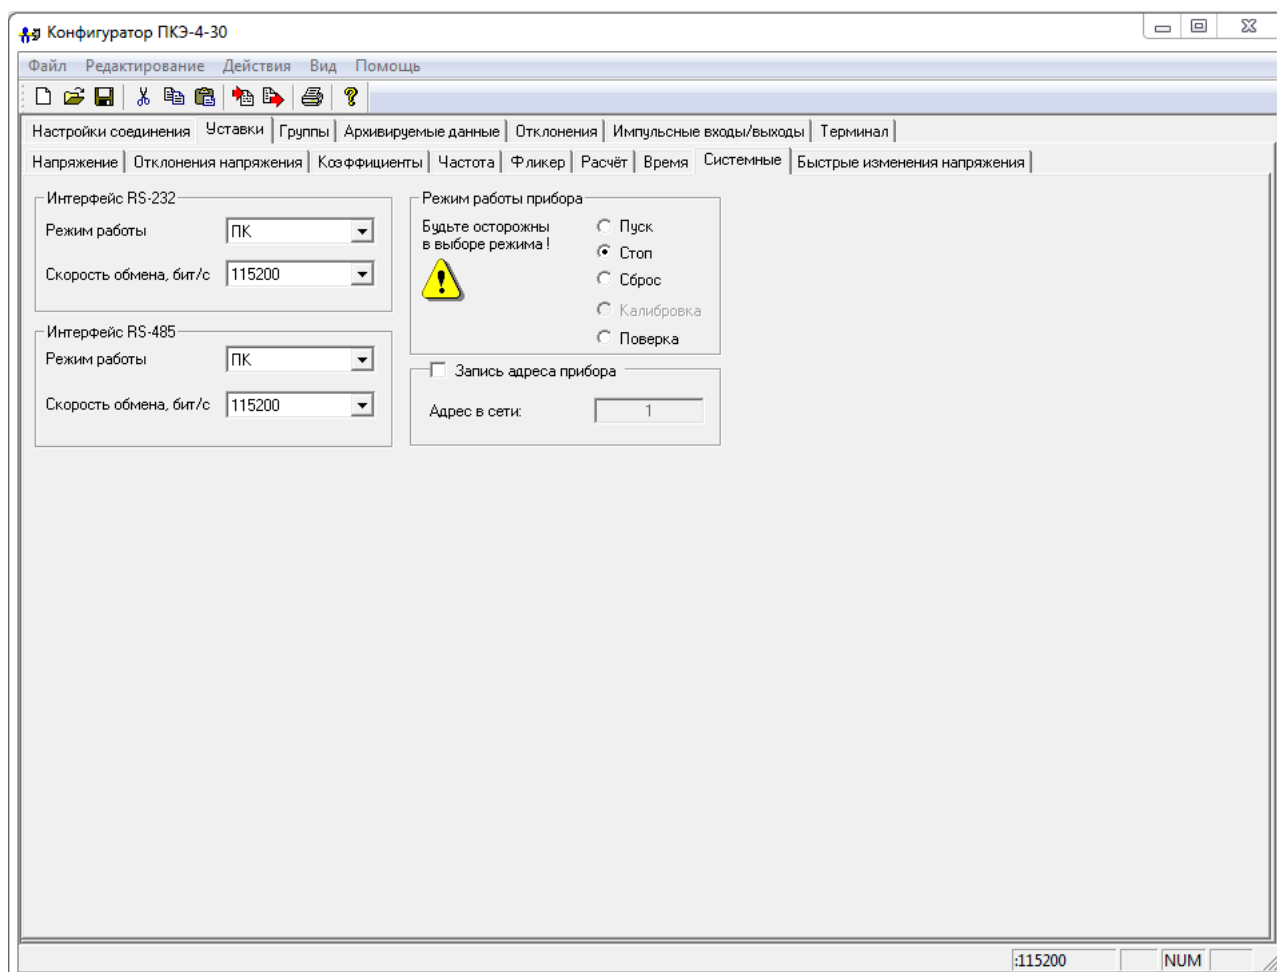

Рисунок 43
*Закладка «Системные»* (рисунок 43) позволяет настроить режим работы прибора и интерфейсов, а также адрес прибора в сети.